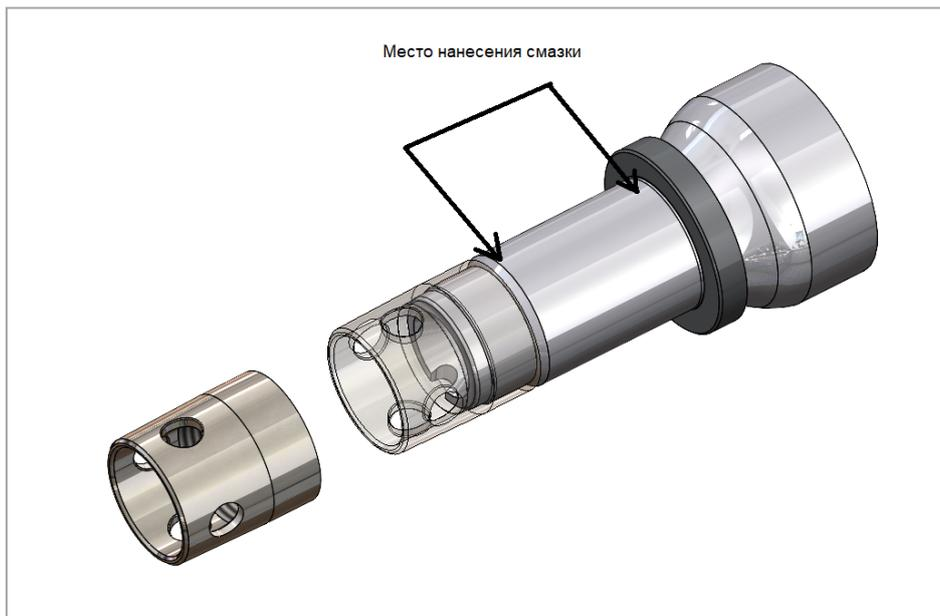

Рис. 9. Место нанесение смазки.
2) Нанесите тонкий слой антифреттинговой смазки 85% на цапфу, остаток 15% используйте ближе к упорному кольцу (рис. 9).